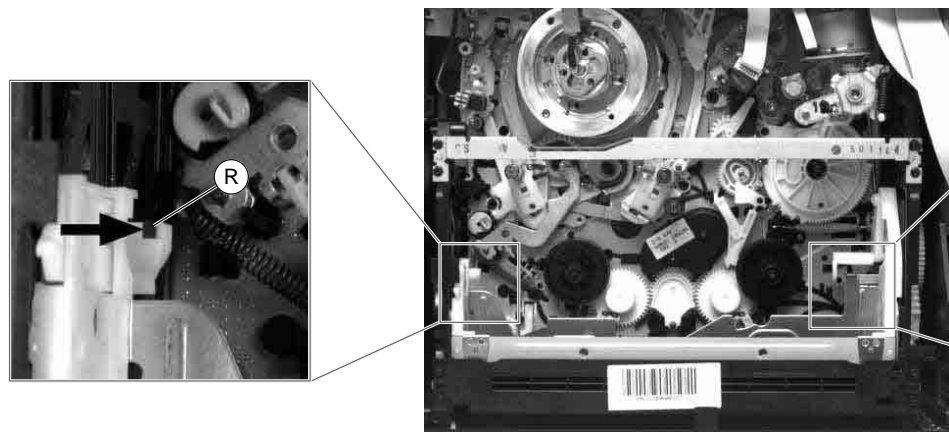
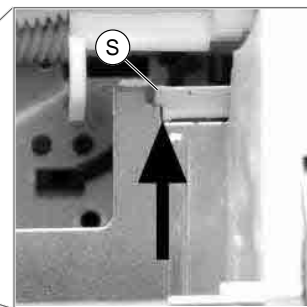

Fig. 1
Fig. 2
- Arretierungen (R) (Fig. 1) und (S) (Fig. 2) des Cassettenschachtes lösen und diesen dabei so weit nach innen schieben, bis sich der Cassettenschacht leicht absenkt.
- Release the locks (R) (Fig. 1) and (S) (Fig. 2) of the cassette compartment and move it inwards until the cassette compartment lowers by a small amount.